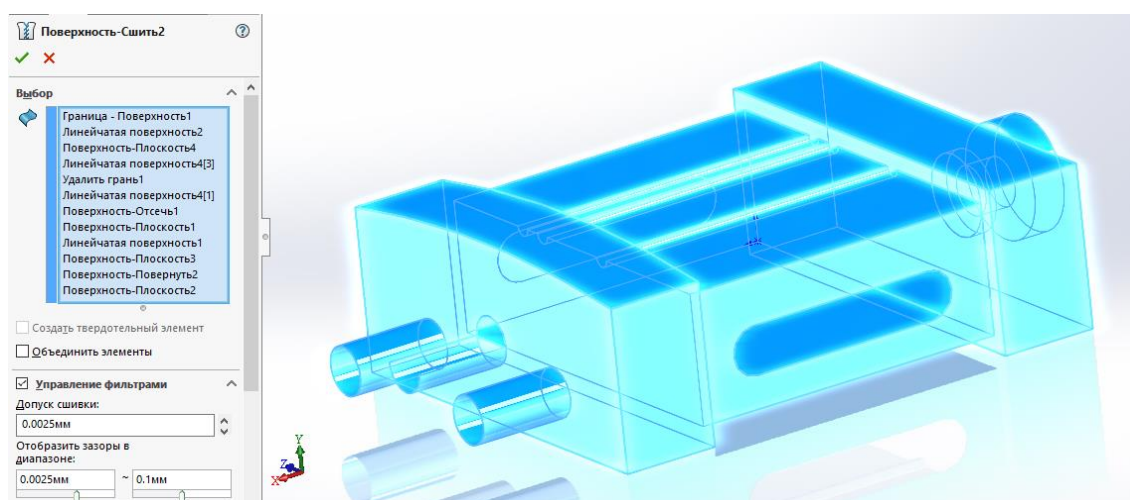

Рис. 27. Сшивки поверхностей
28. Сошьем все созданные ранее поверхности в один объект. Для этого используем инструмент **Сшить поверхность** . Выделяем все возможные поверхности и нажимаем галочку в верхней части панели  (рис. 27).